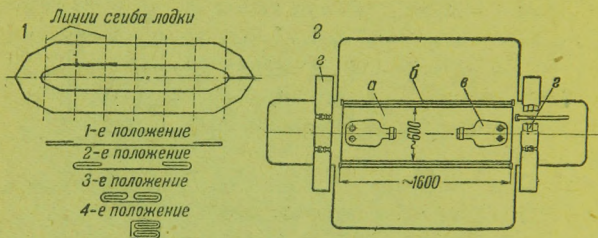

Рис. 13. Упаковка лодки в чехол:
30. Для перевозки на вьючном седле лодка с принадлежностями упаковывается в чехол (рис. 13). Лодка расстилается по возможности на ровном месте и складывается с двух концов к середине в 6—8 слоев шириной, равной ширине чехла. Перед складыванием лодки манжеты должны быть надеты на вентили, а зажимы заперты во избежание повреждения ими ткани лодки. Поверх лодки, уложенной в чехол, укладываются два меха, по одному с каждой стороны; гайки мехов должны быть предварительно обернуты тряпками. По бокам лодки укладываются два шланга, по одному с каждой стороны,